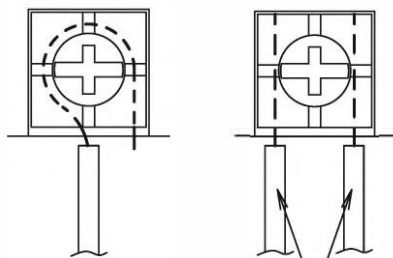

Fig. 19.
- Conecte o terminal conforme mostrado na Fig. 19.